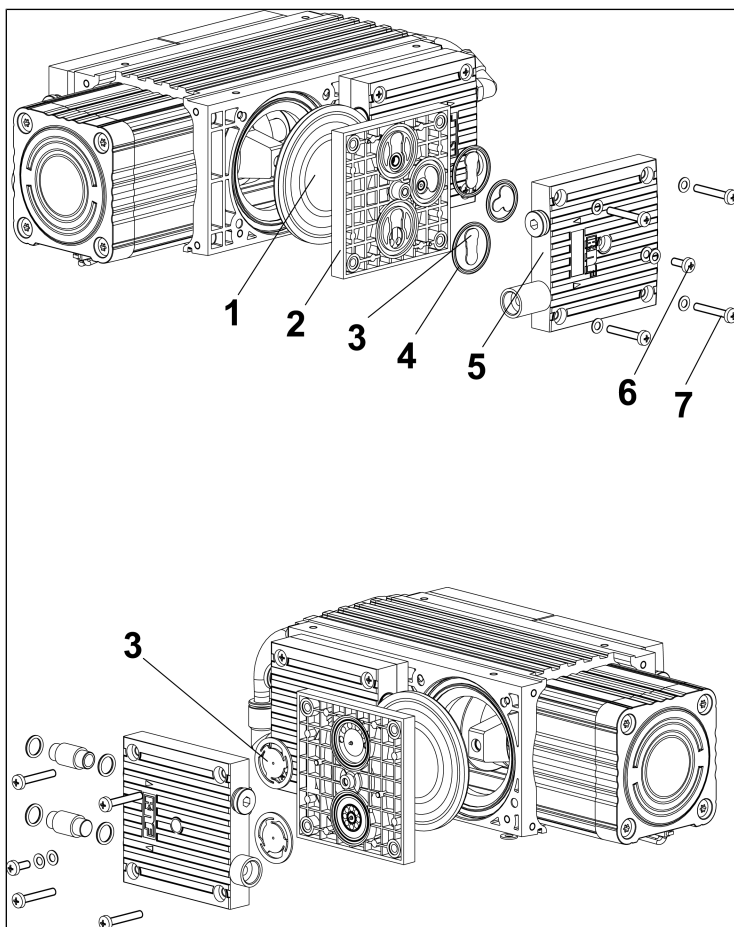

Fig.7: Dibujo detallado
**Ver Fig. 7
7. Aflojar los 8 tornillos de fijación exteriores (7/ Fig. 7) de los cabezales (1 y 2) y extraer los cabezales (1 y 2).
4. Colocar los cabezales 1 y 2 en la carcasa del compresor y apretar firmemente los tornillos de fijación (7/ Fig. 7) de forma cruzada (par de apriete: 3,5 Nm).